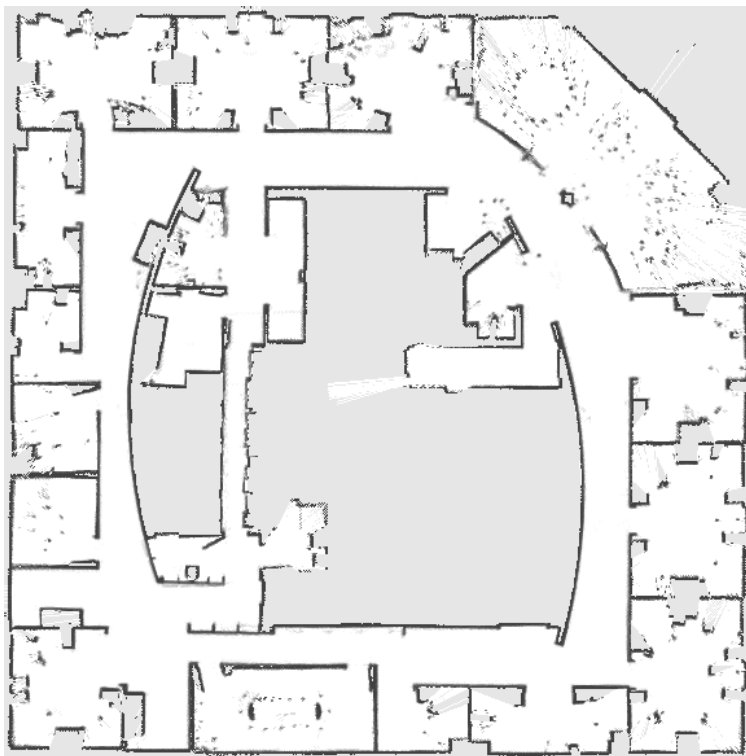

FIGURE 2 – Carte du laboratoire de recherche d'INTEL.
Pour ce projet, nous allons travailler sur un jeu de données appelé INTEL. Il s'agit d'optimiser la trajectoire d'un robot qui a exploré le laboratoire de recherche d'INTEL (la Figure 2 montre une carte de l'environnement).
4. Développer un algorithme de résolution du problème. Justifier votre choix. Afficher le graphe optimisé. Commenter les résultats obtenus (en comparant votre trajectoire avec la carte de la Figure 2).